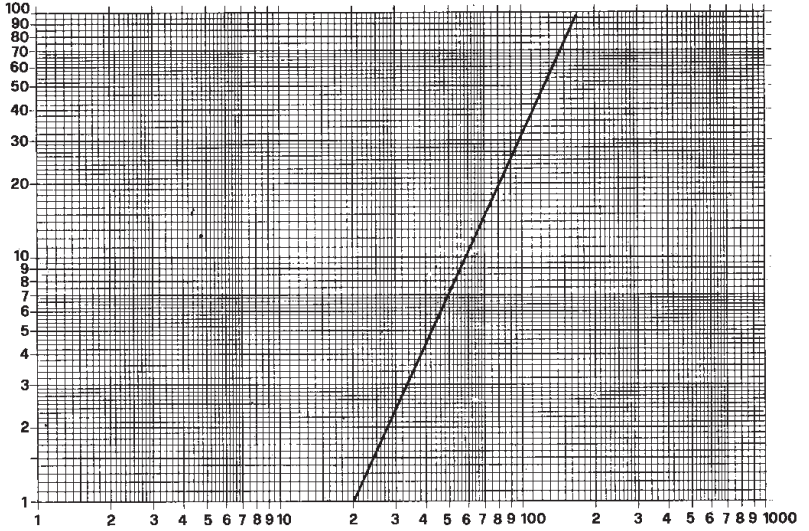

fig. 3
2.02 Curvas de pérdida de carga (fig. 3)